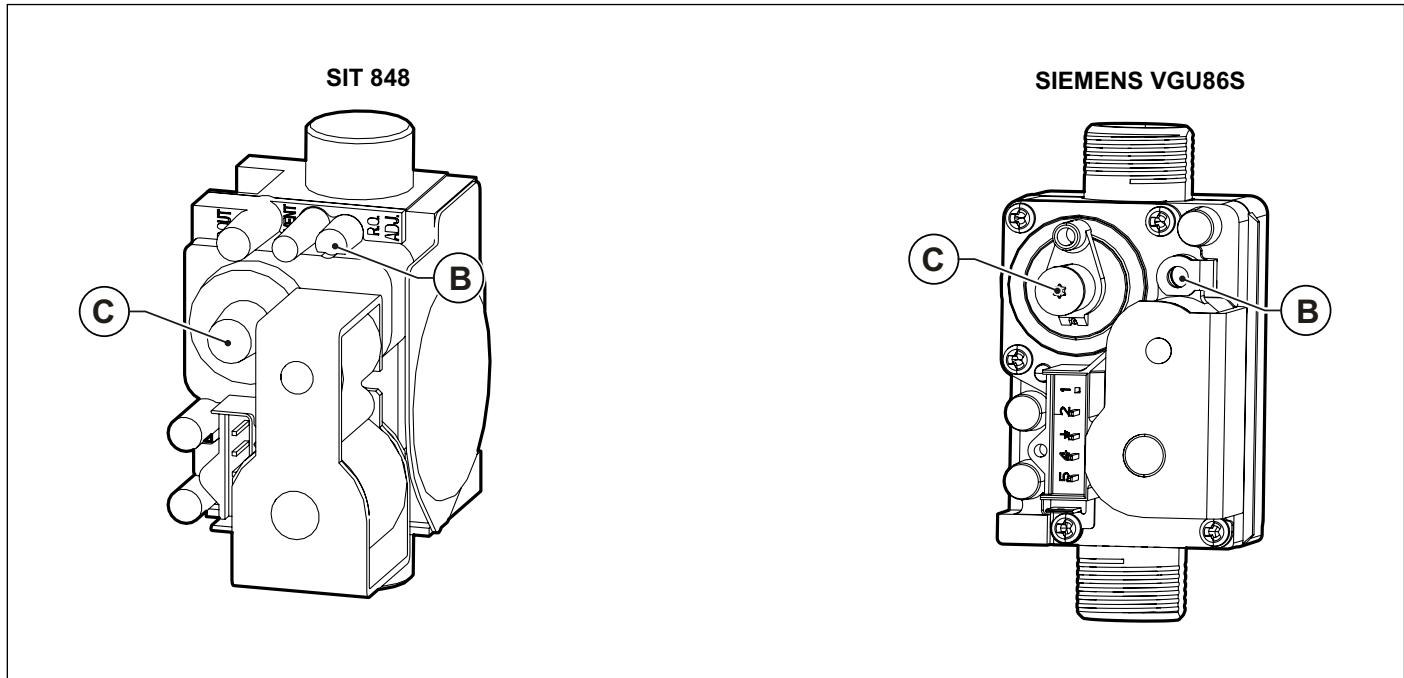

Fig. 45 Reglarea valvei de gaz
- Reglați valoarea dioxidului de carbon (CO2) din gazele arse, rotind regulatorul de raport B (vezi Fig. 45 Reglarea valvei de gaz) și asigurați-vă că reintră în limitele din Tab. 27 Valori ale CO2 în gazele arse. Lăsați centrala în modul curățare și treceți la pasul următor de reglare la puterea minimă.
- Reglați valoarea dioxidului de carbon (CO2) din gazele arse, rotind regulatorul C (vezi Fig. 45 Reglarea valvei de gaz) și asigurați-vă că reintră în limitele din Tab. 27 Valori ale CO2 în gazele arse.
- Rotiți regulatorul de raport **B** (a se vedea Fig. 45 Reglarea valvei de gaz) pentru a regla valoarea oxigenului (O2) din gazele de ardere până când aceasta se încadrează în limitele Tab. 29 Valorile de O2 în gazele de ardere.
- Verificați dacă valoarea monoxidului de carbon (CO) din gazele de ardere la putere maximă este sub limita de la Tab. 29 Valorile de O2 în gazele de ardere.
- Rotiți regulatorul de offset **C** (a se vedea Fig. 45 Reglarea valvei de gaz) pentru a regla valoarea oxigenului (O2) din gazele de ardere și presiunea de compensare până când ambele se află în limitele valorilor de Tab. 29 Valorile de O2 în gazele de ardere.
- Verificați dacă valoarea monoxidului de carbon (CO) din gazele de ardere la puterea minimă este încă sub limita de Tab. 29 Valorile de O2 în gazele de ardere.